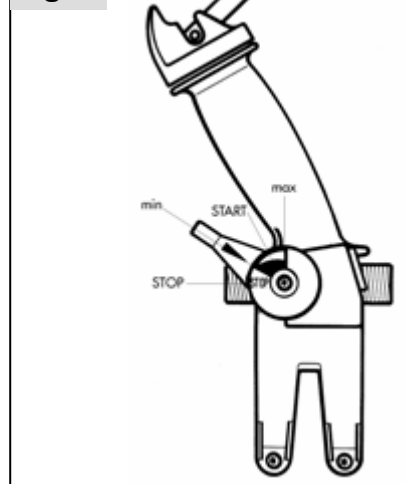

Fig. 7
4. Fermer le volet du starter (Fig. 7 - B)  uniquement si le moteur est froid.